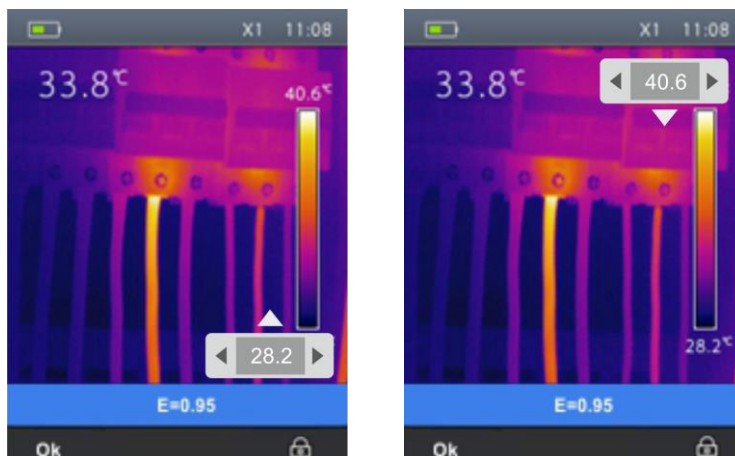

Fig. 28: Configuración modo de regulación temperatura de la imagen
2. Pulse y mantenga pulsada durante 2 segundos la tecla . La siguiente pantalla (vea Fig. 28 – Parte izquierda) se muestra en el visualizador
3. Pulse la tecla para pasar al nivel superior de la paleta de colores (vea Fig. 28 – Parte derecha)